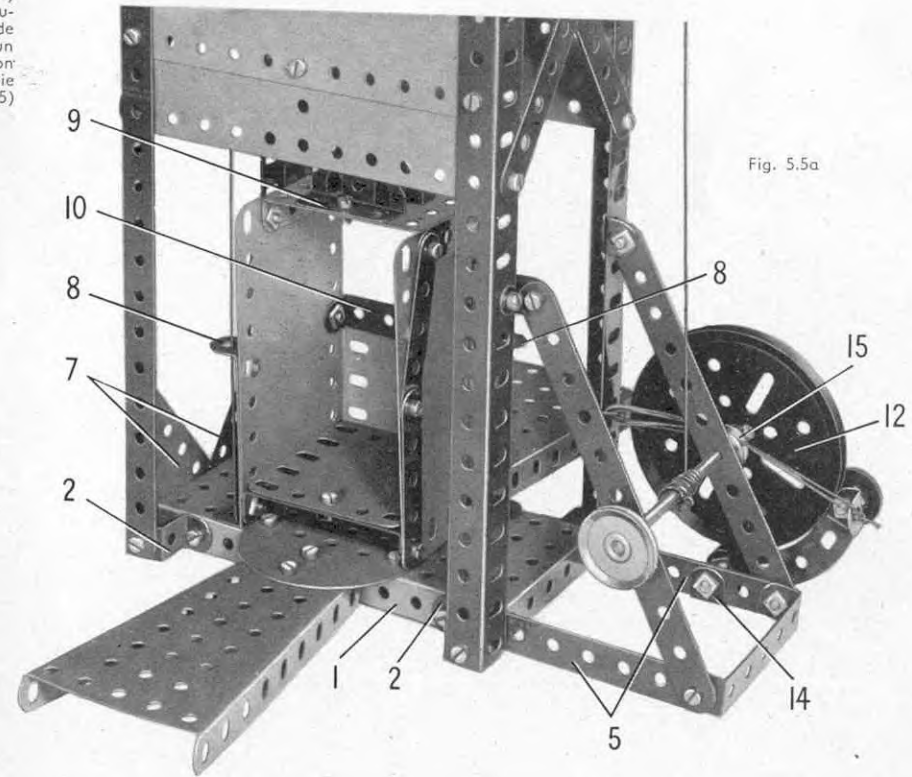

Fig. 5.5a
Chaque côté de l'ascenseur est une plaque flexible de 11,5×6 cm. renforcée par des bandes de 5 trous, et par une bande coudée de 60×12 mm. (8) comme le montre la figure 5.5a. Les côtés sont réunis à leur partie supérieure par une plaque à rebords de 6×4 cm. (9), et par deux bandes coudées de 60×12 mm. boulonnées à leur partie inférieure. Le plancher de l'ascenseur est une plaque flexible de 6×6 cm. boulonnée sur ces bandes coudées. L'arrière est également une plaque flexible de 6×6 cm. fixée sur une bande coudée (10).